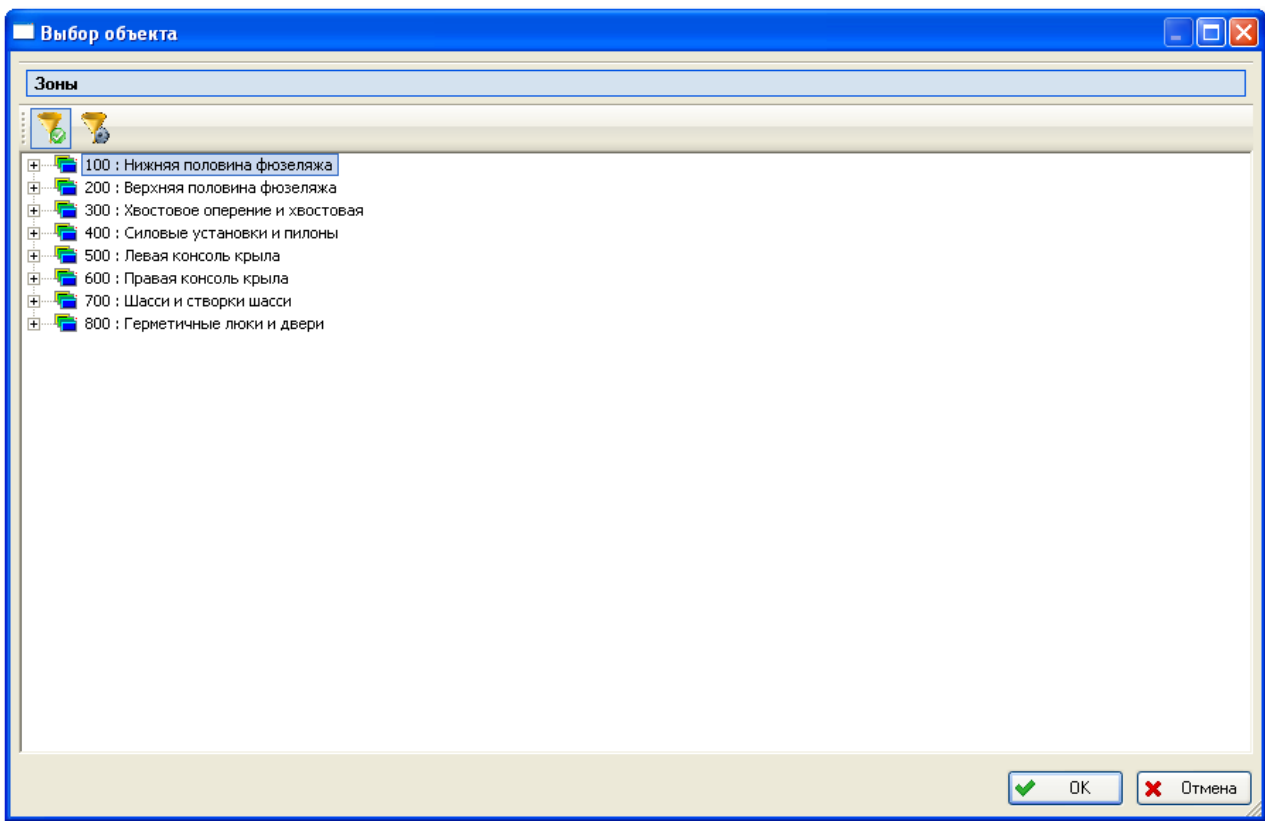

Рис. 6-23
8. Зона установки элемента выбирается из справочника. Для выбора зоны установки нажмите на кнопку , расположенную справа от поля **Зона установки**. При этом появится диалоговое окно **Выбор объекта**, которое содержит данные справочника «Зоны и места доступа» (рис. 6-23). В этом окне к выбору представлены зоны и места доступа, применимые в анализируемой конфигурации ФИ, то есть те зоны и места доступа, в свойствах которых в таблице **Применяется в конфигурациях** указана либо анализируемая конфигурация, либо ни одной. По умолчанию в списке отсутствуют зоны и места доступа, помеченные как удаленные; их отображение в окне выбора настраивается с помощью фильтра.